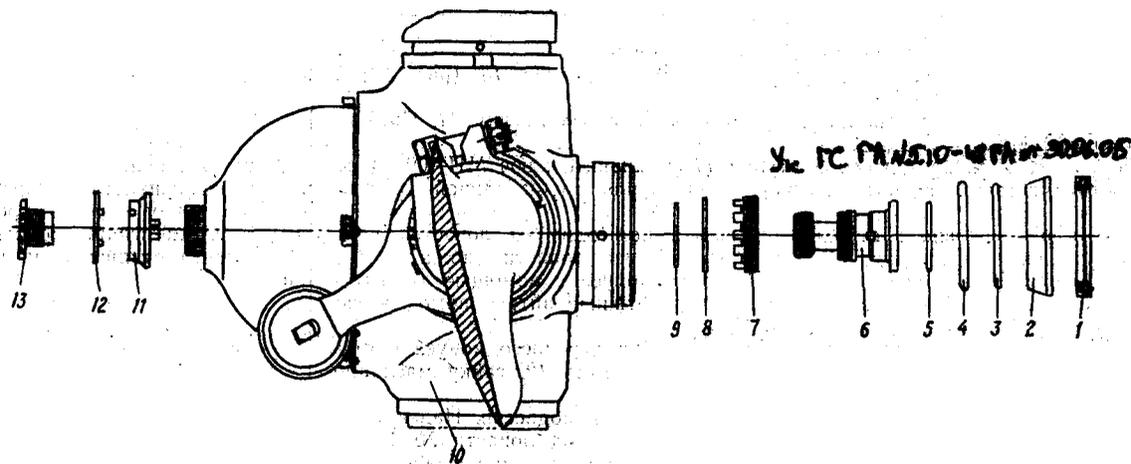

Рис. 19. Установка вента АВ-2 на вал вента двигателя;
<p>Площадь прилегания конуса должна быть не менее 70%.</p> <p>23.2. Смажьте маслом МС-20 кольцо заднего конуса 1, задний конус 2 и установите их на носок вала винта.</p> <p>23.3. Установите на носок вала винта кольцо 3, уплотнительное кольцо 4 и придвиньте их вплотную к заднему конусу.</p> <p>23.4. Протрите шлицы и резьбу вала винта чистой ветошью и смажьте тонким слоем масла МС-20. Смажьте маслом МС-20 резиновые уплотнительные кольца на штуцере 6 (см. рис. 19).</p> <p>23.5. Приподнимите винт с помощью крана и подвески, охватывающей рукава втулки винта под лопасти № 1 и 2.</p> <p>Поднимать винт за лопасти запрещается.</p> <p>23.6. Вывинтите из ступицы втулки винта заглушку ТП-119 с уплотнительным кольцом ТП-118 (резьба правая) и подведите винт к двигателю.</p> <p>23.7. Поднимите винт на высоту вала винта и наденьте винт на носок вала винта. Осторожно продвиньте винт по валу винта до соприкосновения гайки переднего конуса с торцом носка двигателя.</p> <p>При установке винта на носок вала винта сферическое сверление на ступице корпуса должно находиться против широкого шлица вала винта.</p>	<p>При недостаточной площади прилегания поверхности заднего конуса к втулке винта поверните конус на 90—180° и еще раз проверьте прилегание. Если при этом не будет получено положительных результатов, конус замените; запрещается шабрить рабочие поверхности конуса и втулки винта, так как это ухудшает посадку винта на конус и может вызвать биение лопастей винта, тряску двигателя и наклеп на рабочих поверхностях.</p>
3. Расконтрите с помощью отвертки гайку маслопровода 13 (см. рис. 19) и с помощью ключа МИ-400 и воротка МИ-402 отверните ее.